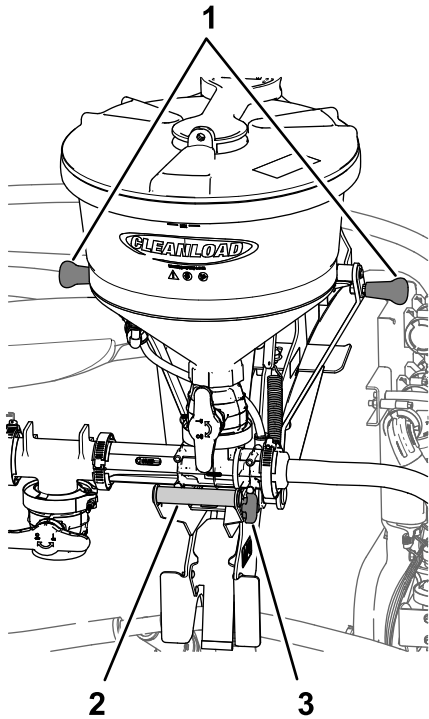
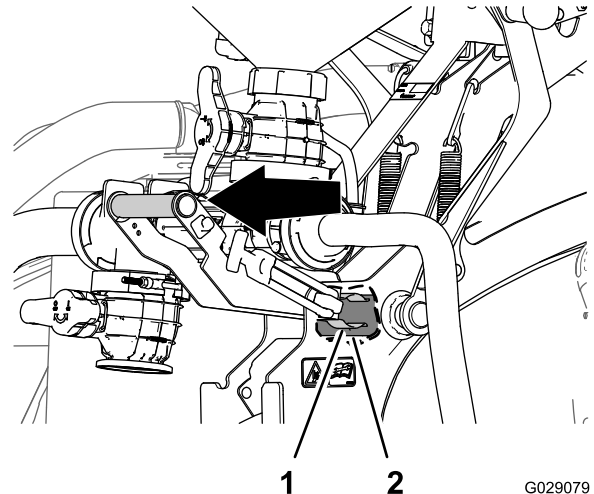
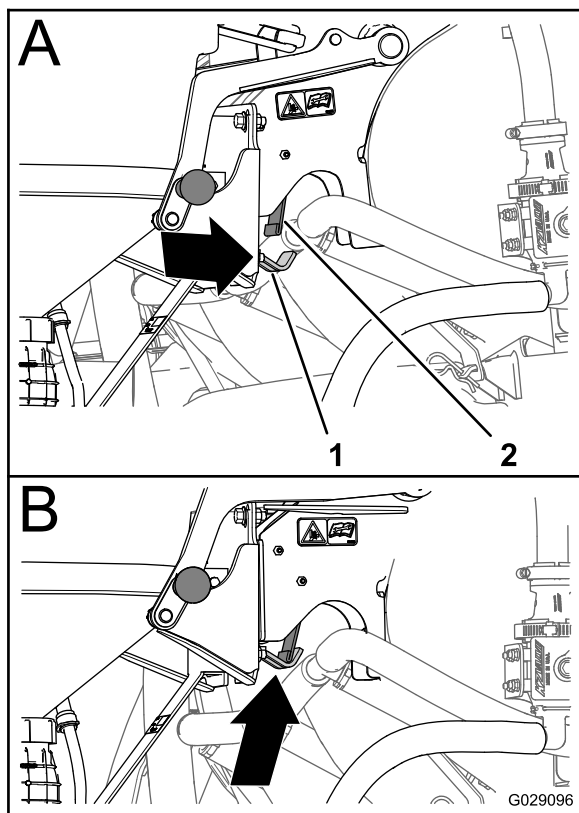

Figura 31
Figura 33
Figura 36
1. Afferrate la stegola del nebulizzatore e tirate la maniglia di chiusura via dalla colonnetta di ancoraggio (Figura 31 e Figura 32).
e tirate quest'ultima in fuori fino a quando la molla di serraggio non viene rilasciata dal tubo orientabile (Figura 31 e Figura 33).
- Quando il fermo della piastra posteriore si trova sotto la foglia della molla a balestra (A di Figura 36), ruotate la stegola del nebulizzatore verso l'interno, in modo che la parte del gancio del fermo sia allineata dietro la foglia della molla a balestra (B di Figura 36).
in fuori fino a quando la parte del gancio del fermo non è allineata all'esterno della foglia della molla a balestra (Figura 33 e Figura 36).
- Spingete verso l'interno la stegola del nebulizzatore in modo che il gancio si sollevi sull'asta di fermo e la molla di serraggio sia completamente in sede attorno al tubo orientabile (Figura 33).